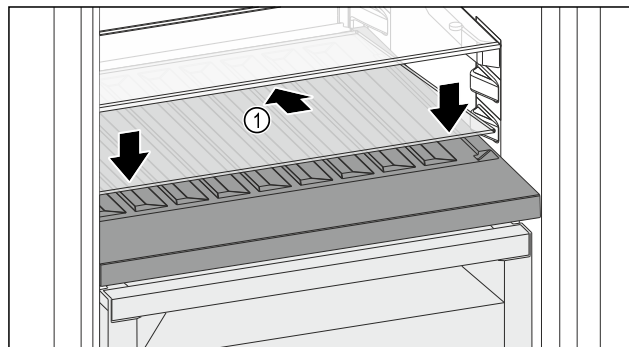

Fig. 98
- Posizionare il ripiano di vetro *Fig. 98 (1)* inclinato indietro e verso il basso.
- Abbassare la parte anteriore del ripiano di vetro *Fig. 98 (1)*.